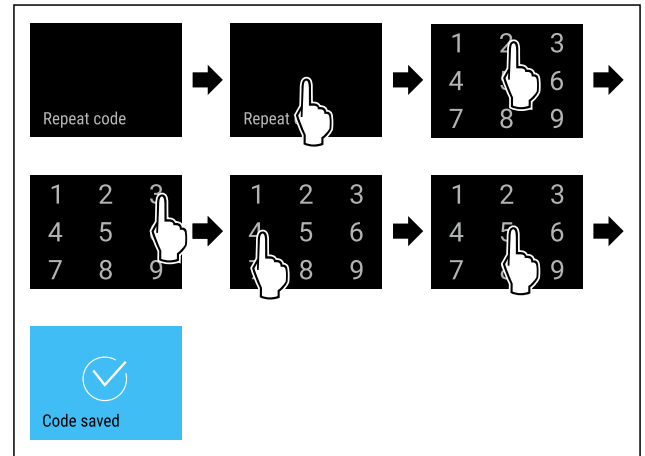

Fig. 96
- ▶ Suivre les étapes (voir Fig. 96) .